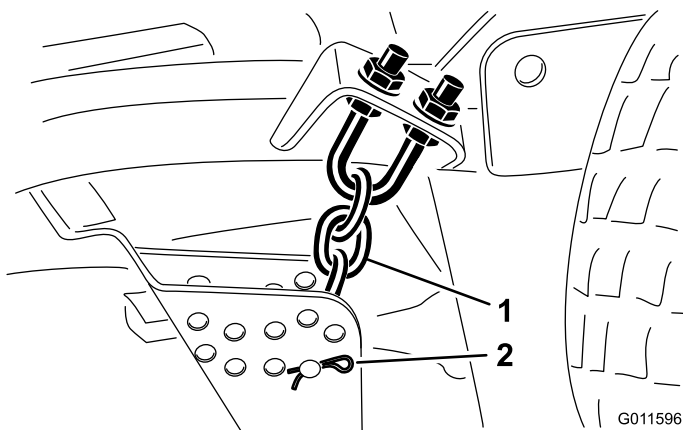

Figura 7
8. Retire los pasadores de horquilla y las chavetas que sujetan las cadenas de ajuste de la altura de corte a la parte trasera de la unidad de corte (Figura 7).